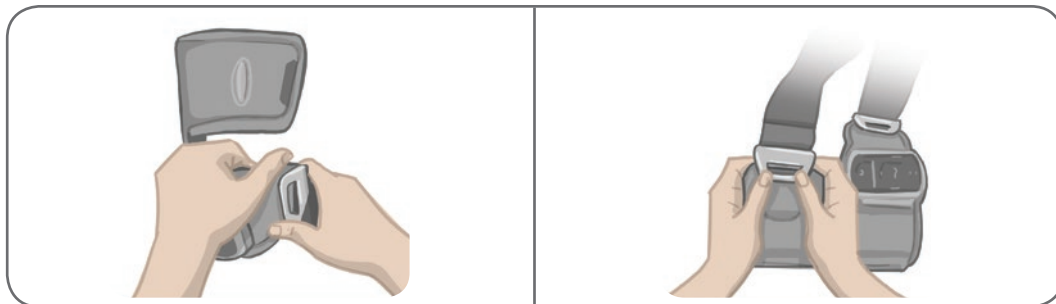

Ilustración 8-14: Cómo volver a sujetar las correas de muslo
2. Empuje con el pulgar la hebilla hacia la correa (hacia fuera respecto a la banda de EF del muslo). Consulte la ilustración 8-14.